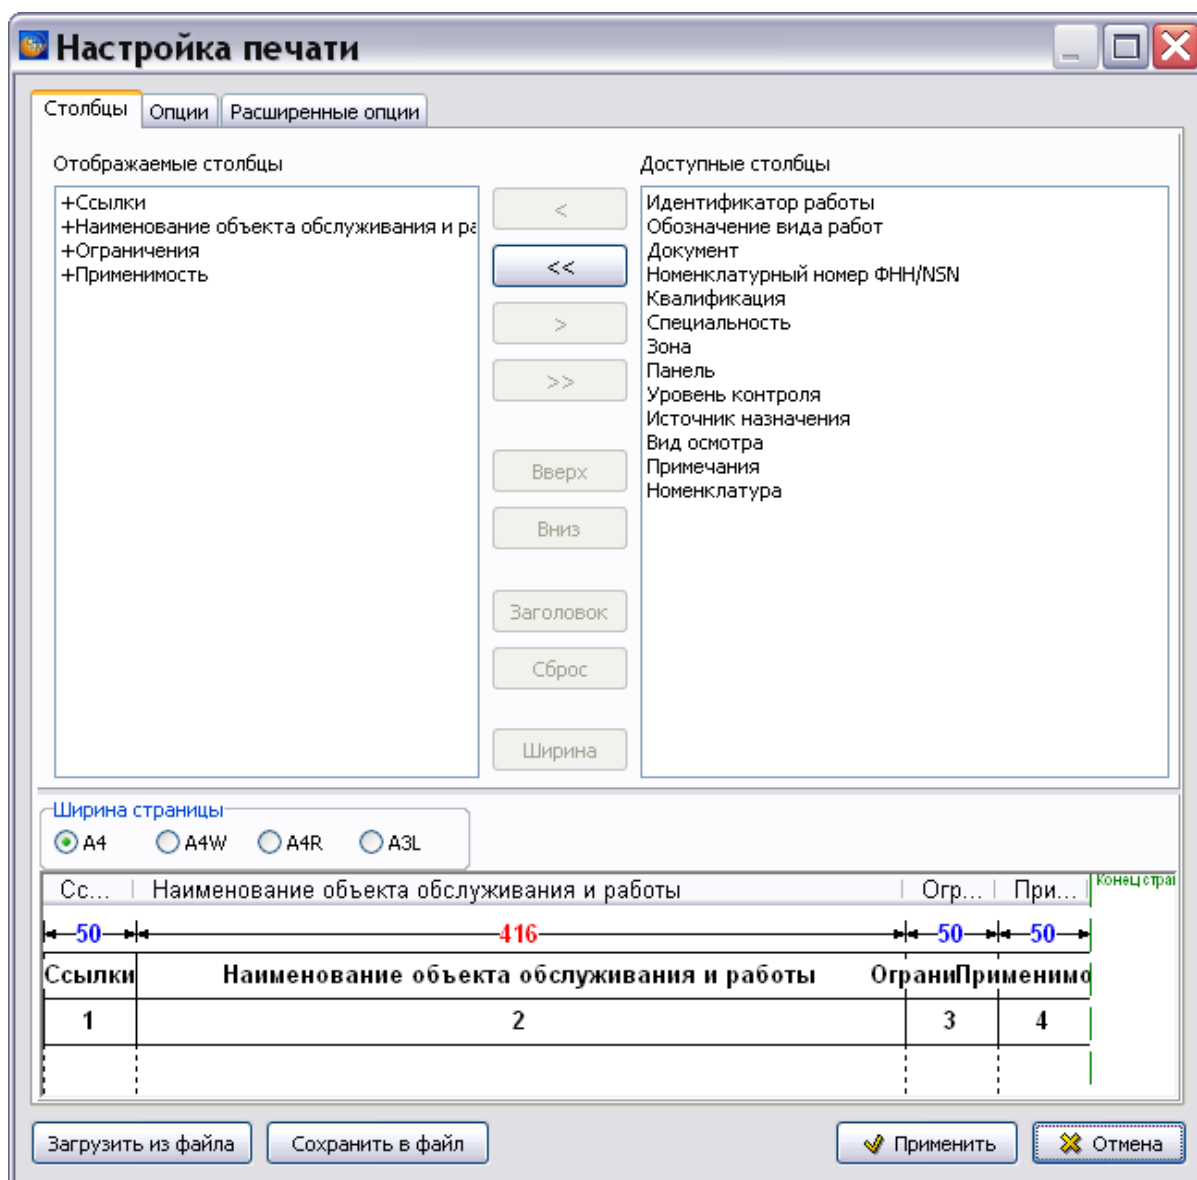

Рис. 9.66
- При выборе пункта **Настройки печати из модуля данных...** можно установить настройки, отличные от заданных в шаблоне документа. Настройки создаются в диалоговом окне **Настройка печати** на вкладках «Столбцы», «Опции» и «Расширенные опции» (Рис. 9.66).